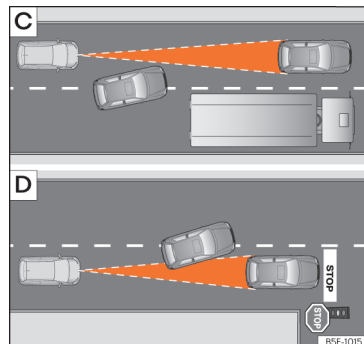

Abb. 106 [C] Fahrspurwechsel eines anderen Fahrzeugs. [D] Abbiegendes und weiteres stehendes Fahrzeug.
- Fahrzeuge, die in geringem Abstand auf die eigene Fahrspur wechseln »» (Abb. 106) [C].
»» (Abb. 106) [D].